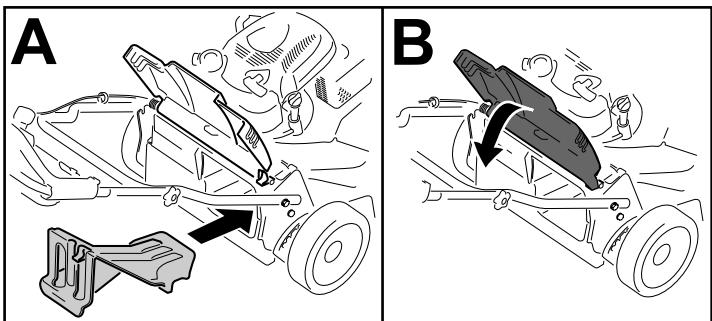

Bild 23
- Wenn die Heckauswurfklappe nicht eingesetzt ist, fassen Sie sie am Griff an, heben die Heckklappe an und setzen sie in den Heckauswurfkanal ein, bis der Riegel arretiert, siehe \(Bild 23\).
Wichtig: Stellen Sie sicher, dass die Heckauswurfklappe eingesetzt ist, bevor Sie den Rasenmäher als Recycler einsetzen (Bild 23).